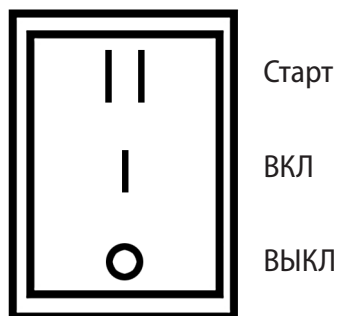

Рисунок 10
- Если ваша мотопомпа снабжена электростартером, то кнопка включения зажигания имеет второе положение – «СТАРТ», для запуска необходимо нажать на кнопку и дождаться запуска двигателя (рисунок 10).